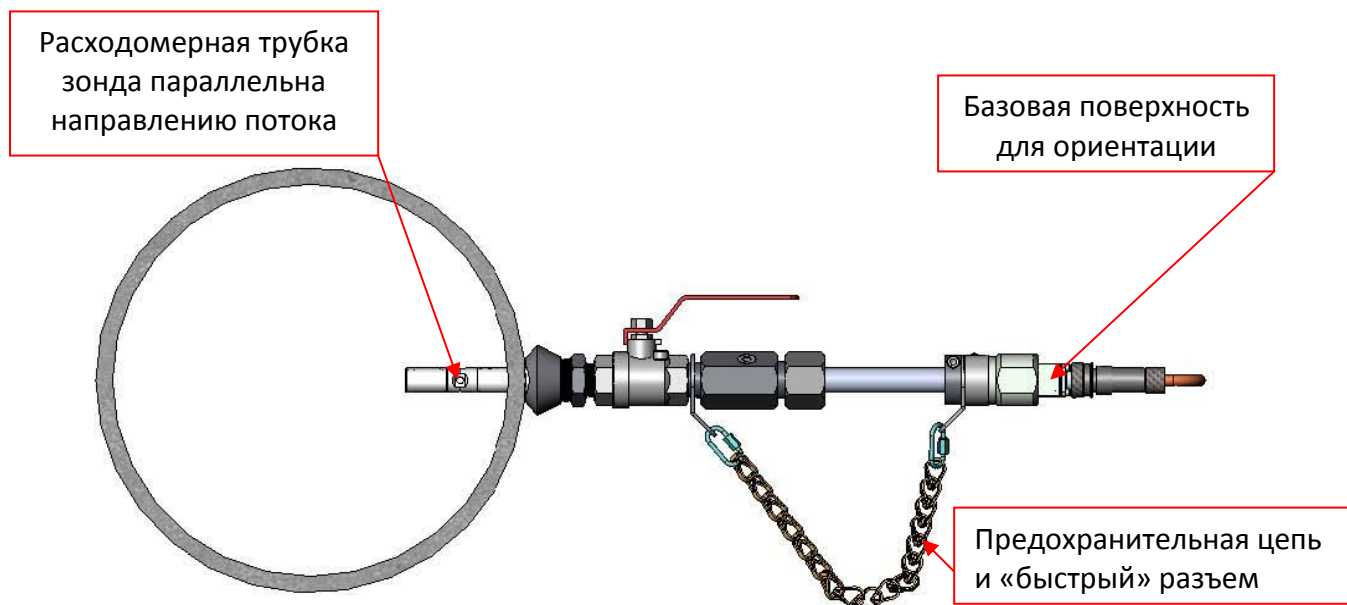

Рисунок 10-9: FocusTM Probe полностью установленный
- Расположите зондовое окошко параллельно направлению потока, как показано на рис. 10.9.